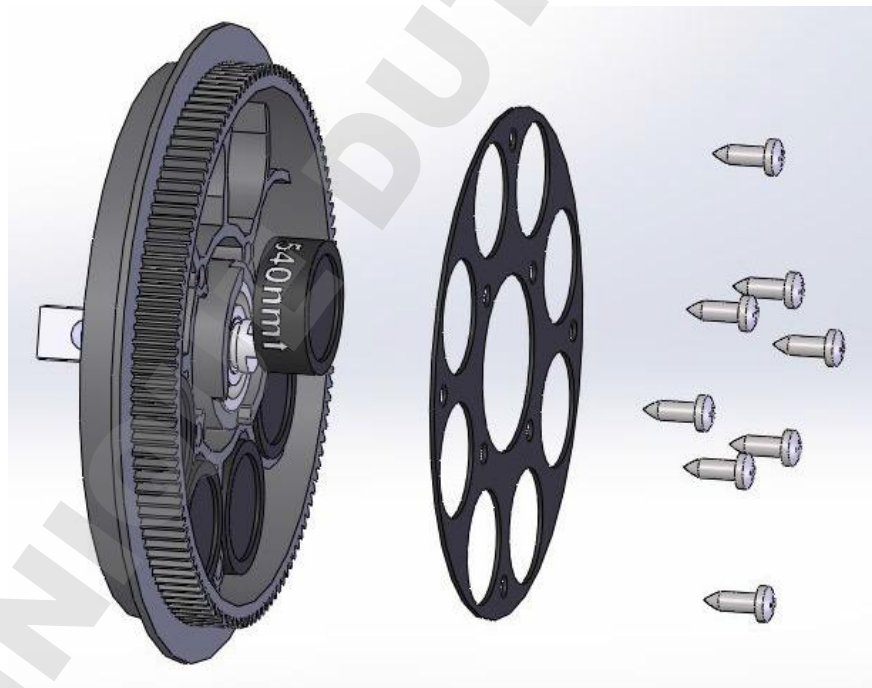

fig 58
- b. Retirer la plaque de fixation de la roue et insérer les filtres optiques. Remettre la plaque de fixation. dans la roue *take off the fixing plate on wheel and put the optical filters onto the wheel and fix filter by fixing plate*. Les flèches sur les filtres doivent être dans la même direction que la lumière (Fig 58).